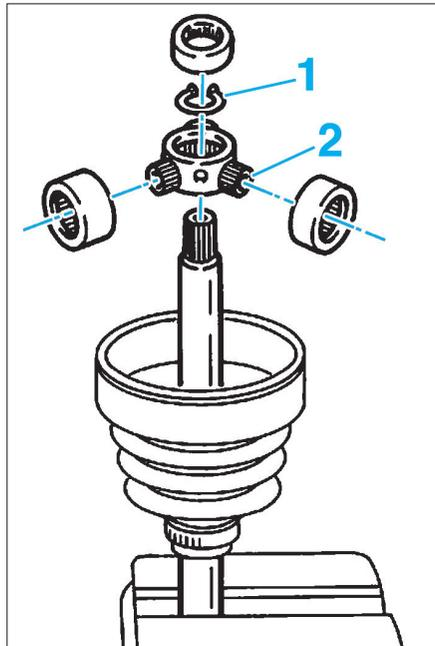

FIG.8
- Déposer le circlips (1) de fixation (Fig.8).
- Déposer le tripode (2).